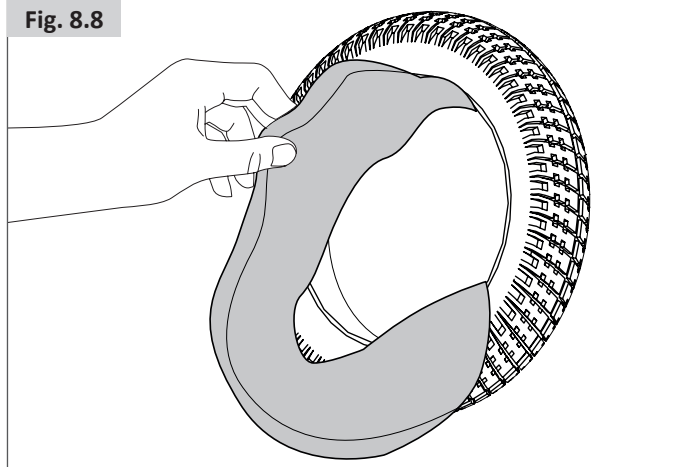

Fig. 8.9
- Controllare che tutte le parti siano ben pulite prima di rimontarle, (Fig. 8.9).